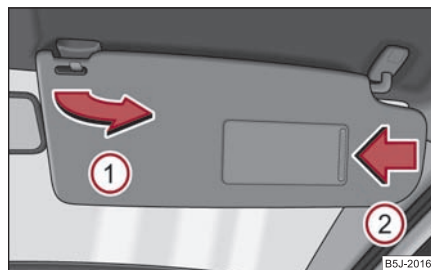

Fig. 55 Pare-soleil: Actionnement
Vous pouvez sortir du support le pare-soleil pour le conducteur resp. le passager AV et le faire pivoter vers la porte dans le sens de la flèche ① ⇒ fig. 55.